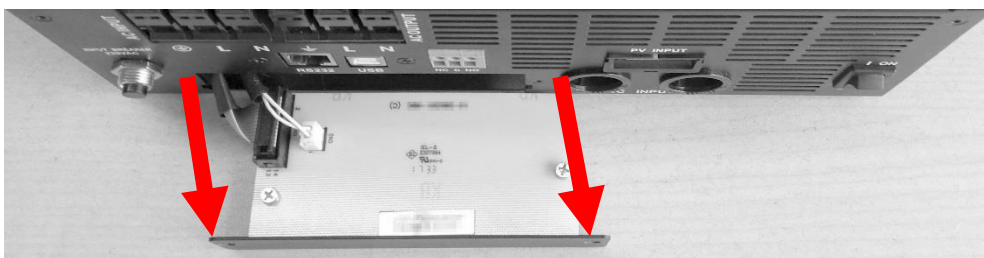

Abbildung 10: Dummy-Board herausziehen
2. Ziehen Sie die beigefarbene Platine vorsichtig heraus, wie in *Abb. 10* gezeigt. Achten Sie darauf, die angeschlossenen Kabel nur so weit herauszuziehen, wie es unbedingt erforderlich ist. Verwenden Sie keine übermäßige Gewalt.